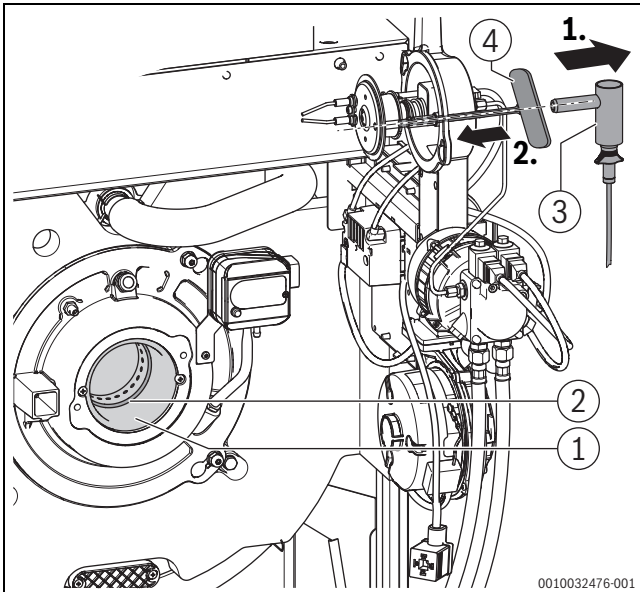

Bild 71 Dichtung prüfen (Serviceposition 1), Verwendung Innensechskantschlüssel zur Ausrichtung des Mischsystems
- ▶ Brenner in Serviceposition 1 bringen (→Bild 71).
- ▶ Winkelhalter mit Flammenfühler (→Bild 71) aus Brennergehäuse ziehen.
- ▶ Zur Ausrichtung des Halterohres des Flammenfühlers mit dem Sichtrohr des Mischsystems einen Innensechskant-Steckschlüssel (Schlüsselweite 5) als Lehre von der Brennergehäusesseite einführen (→Bild 71).
- Winkelhalter mit Flammenfühler (→Bild 71) wieder bis zum Anschlag in Brennergehäuse einstecken.